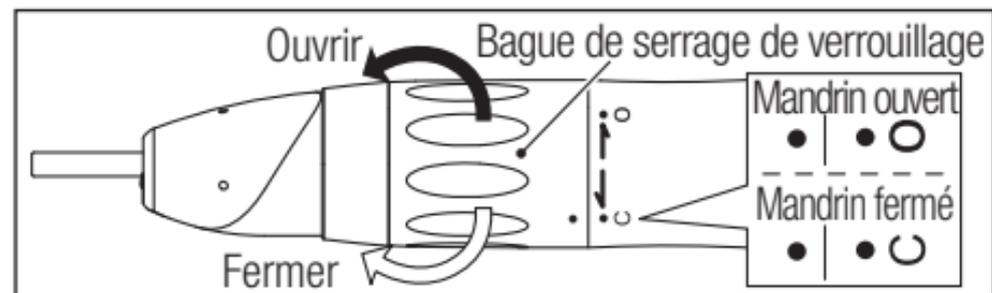
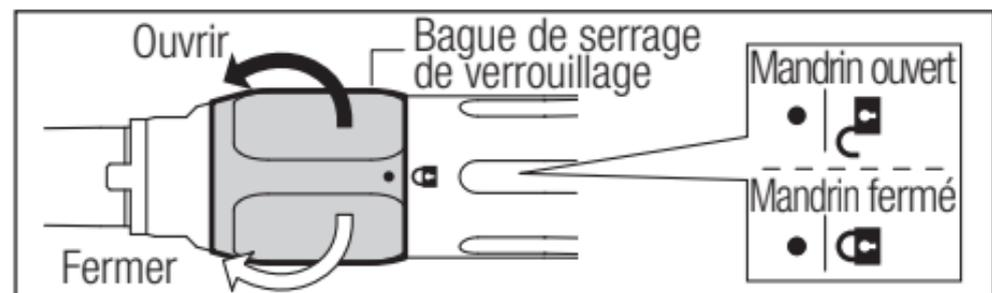

Fig. 2
Fig. 3
- 1 Tournez la bague de blocage de la fraise dans le sens de l'inscription «  » ou « 0 » jusqu'à ce qu'elle s'enclenche. (Fig. 2 ou Fig. 3)
- 2 Insérez complètement la fraise dans le mandrin, puis tournez la bague de blocage de la fraise dans le sens de l'inscription «  » ou « C » jusqu'à ce que l'inscription «  » ou « C » et l'inscription « ● » s'alignent avec un déclic. (Fig. 2 ou Fig. 3)
Tournez la bague de blocage de la fraise dans le sens de l'inscription «  » ou « 0 » jusqu'à ce qu'elle s'enclenche, puis retirez la fraise. (Fig. 2 ou Fig. 3)
- 1 Tournez la bague de blocage de la fraise dans le sens de l'inscription « O » jusqu'à ce qu'elle s'enclenche. (Fig. 2)
- 4 Insérez complètement la fraise dans le mandrin, puis tournez la bague de blocage de la fraise dans le sens de l'inscription « C » jusqu'à ce que l'inscription « C » et l'inscription « • » s'alignent avec un déclic. (Fig. 2)
Tournez la bague de blocage de la fraise dans le sens de l'inscription « O » jusqu'à ce qu'elle s'enclenche, puis retirez la fraise. (Fig. 2)
- 1 Tournez la bague de blocage de la fraise dans le sens de l'inscription « 0 » jusqu'à ce qu'elle s'enclenche. (Fig. 2)